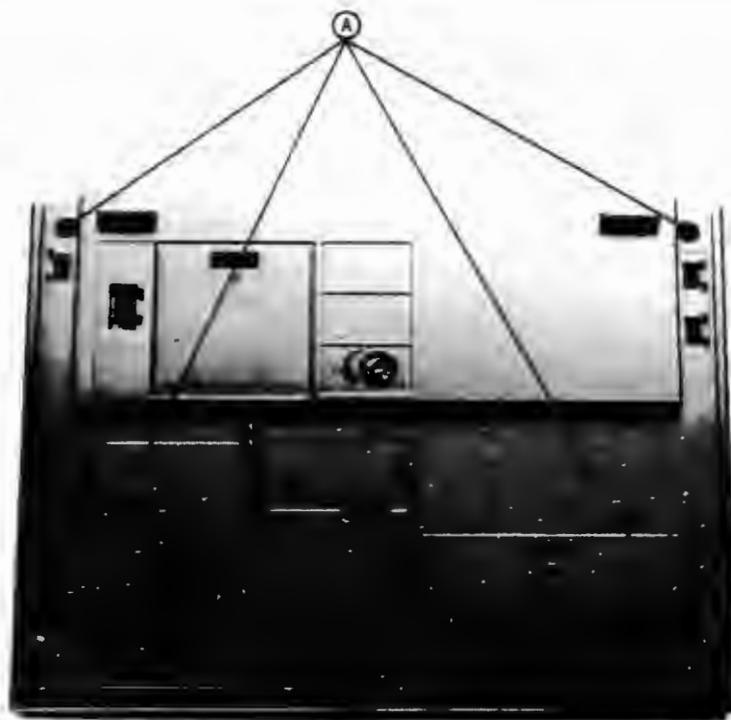

Abbildung 2-1 Abbau der unteren Verkleidung
2. Die M10 umdrehen und die 4 Gehäuseschrauben A (Abb. 2-1) entfernen. Vorsicht, damit die Tasten und die Displayabdichtung nicht zerkratzt werden (Abb. 2-1).